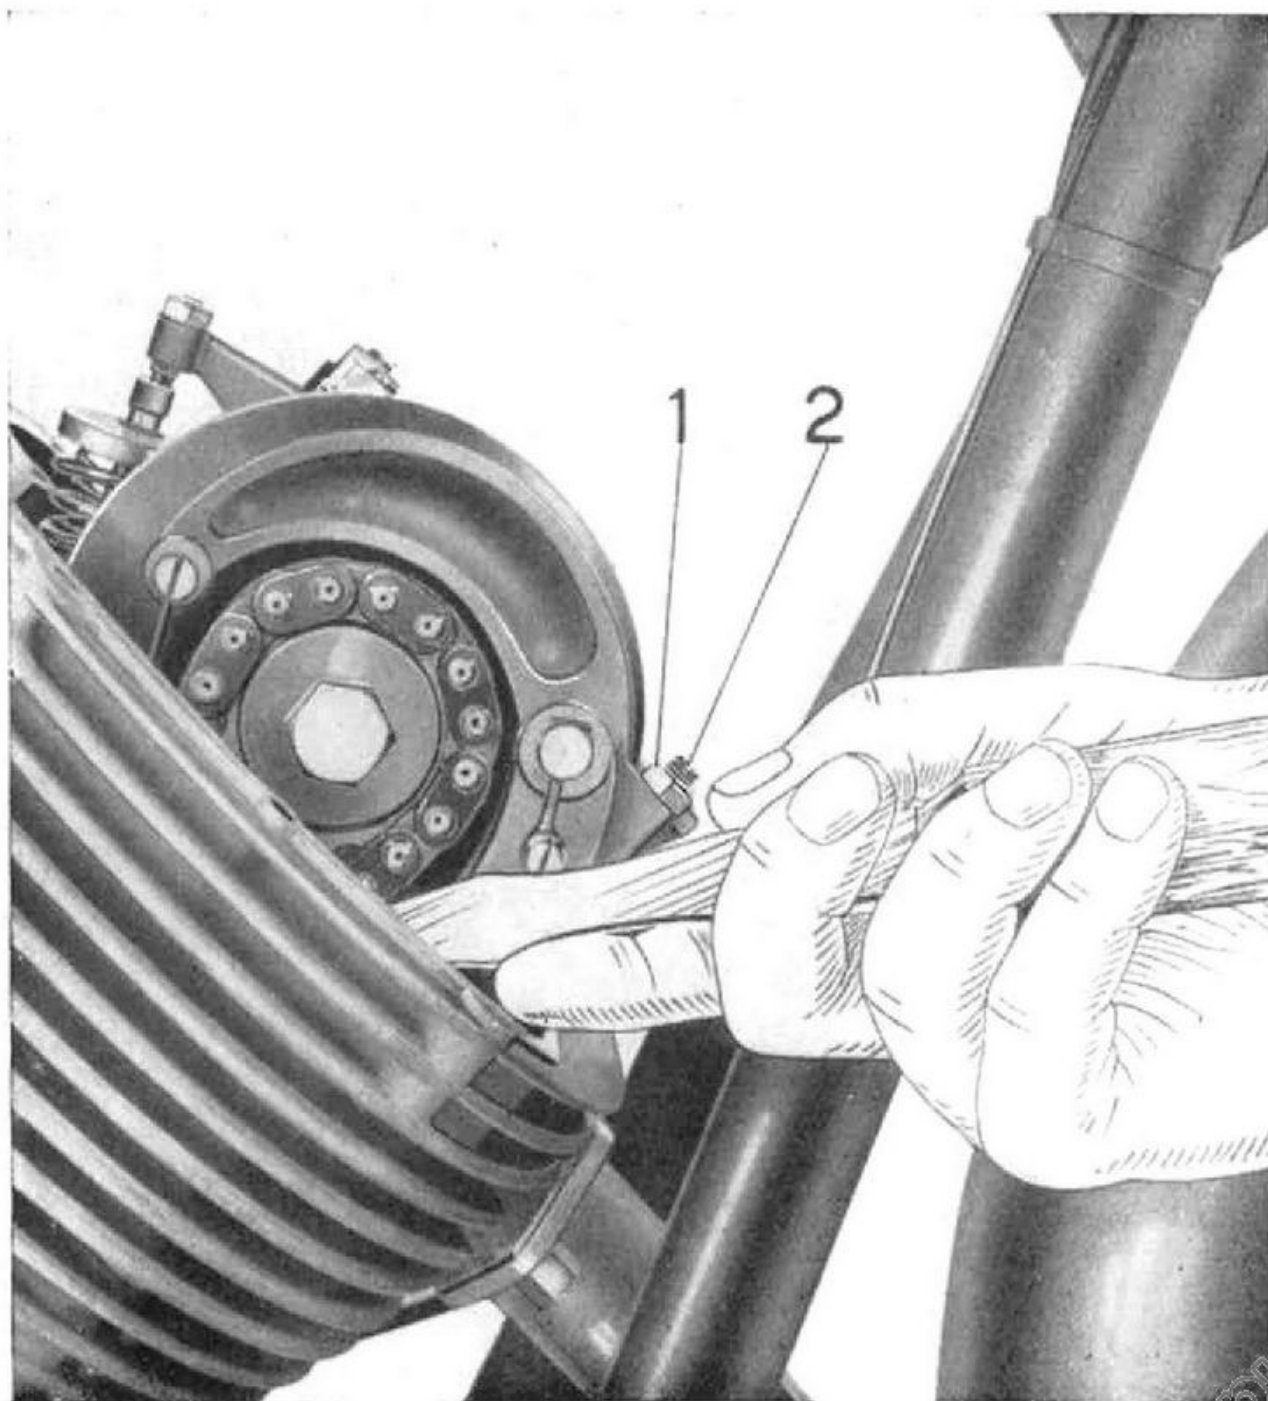

Fig. 14
*(Vedere fig. 14)*
Per il controllo verificare che la catena sia leggermente tesa; questo si può controllare tramite un cacciavite come dimostrato a fig. 14.